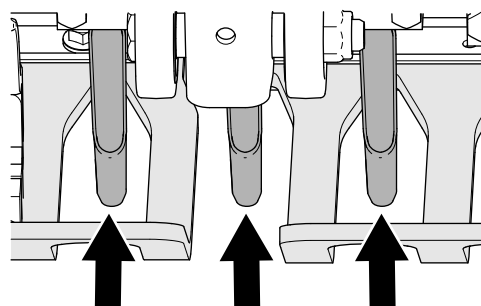

Figura 44
4. Verificați alinierea fantelor de protecție a gazonului la dini pentru a vă asigura că sunt centrate (Figura 44).